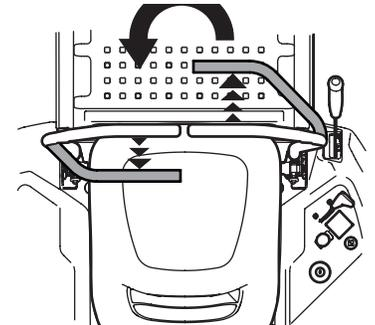

Figura 3-12
3. Para girar hacia la izquierda, mueva la palanca de control de la transmisión derecha hacia adelante mientras mueve simultáneamente la palanca de control de la transmisión izquierda hacia atrás. Consulte Figura 3-12.